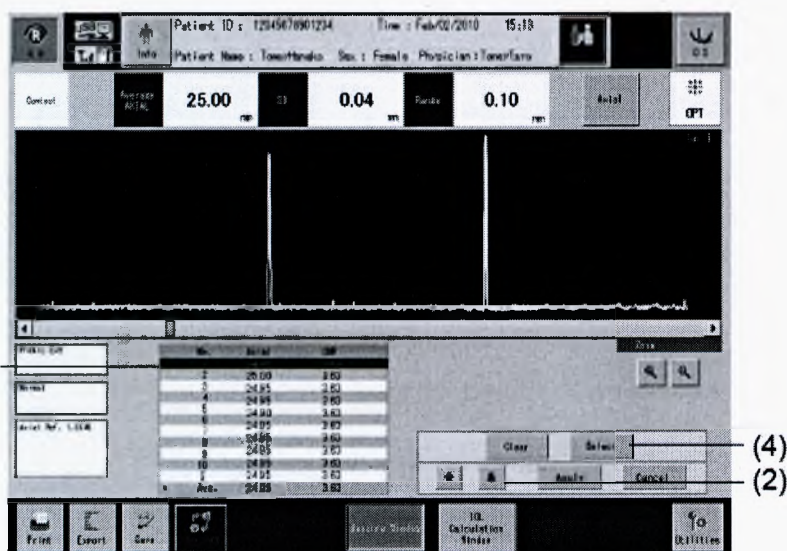

Рис. 2
1) Чтобы открыть окно редактирования (Рис. 2) коснитесь кнопки "Edit" (1).